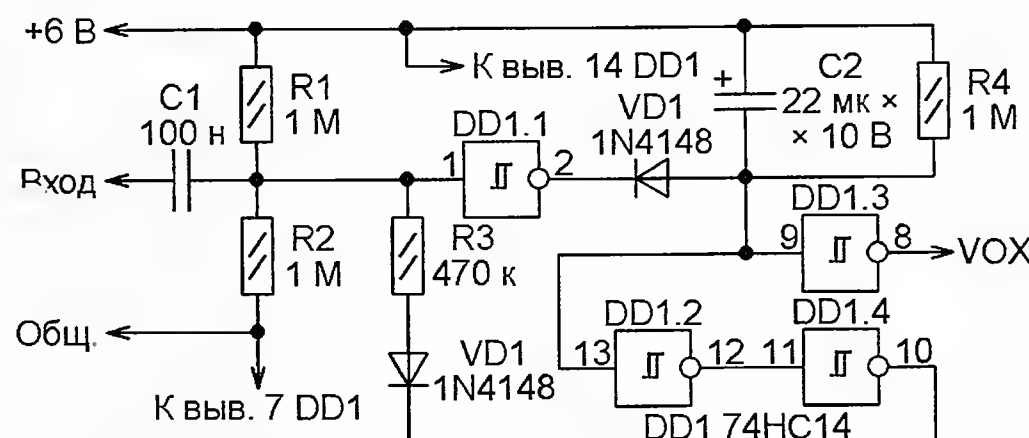

Рис. 9
**Узел VOX передатчика (рис. 9, <http://www.kitsrus.com/projects/k28sch.pdf>).** На вход этого узла поступает